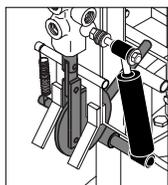

fig. 1
2. Lubrifier le mécanisme de la renverse avec de l'huile fine — *fig. 1 en gris*.